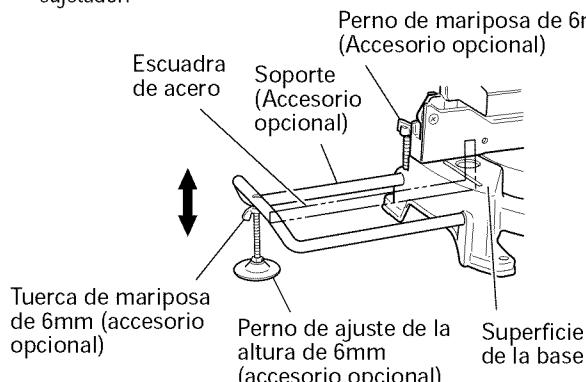

Fig. 9
- Como se indica en la Fig. 9, utilice una escuadra de acero para alinear el borde superior de los soportes con la superficie de la base.